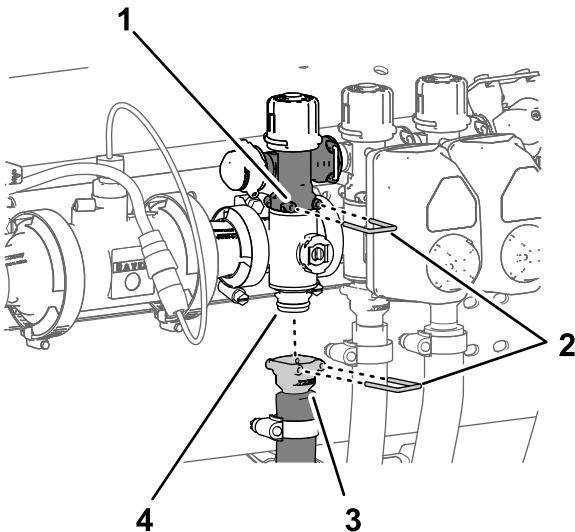

Figure 120
3. Fixez le raccord rapide du collecteur de vanne de section au raccord rapide femelle de la vanne de dérivation de section à l'aide d'un l'étrier de fixation (Figure 119 et Figure 120).
8. Fixez le raccord rapide du flexible de section au raccord rapide du collecteur de vanne de section à l'aide de l'étrier de fixation (Figure 120).